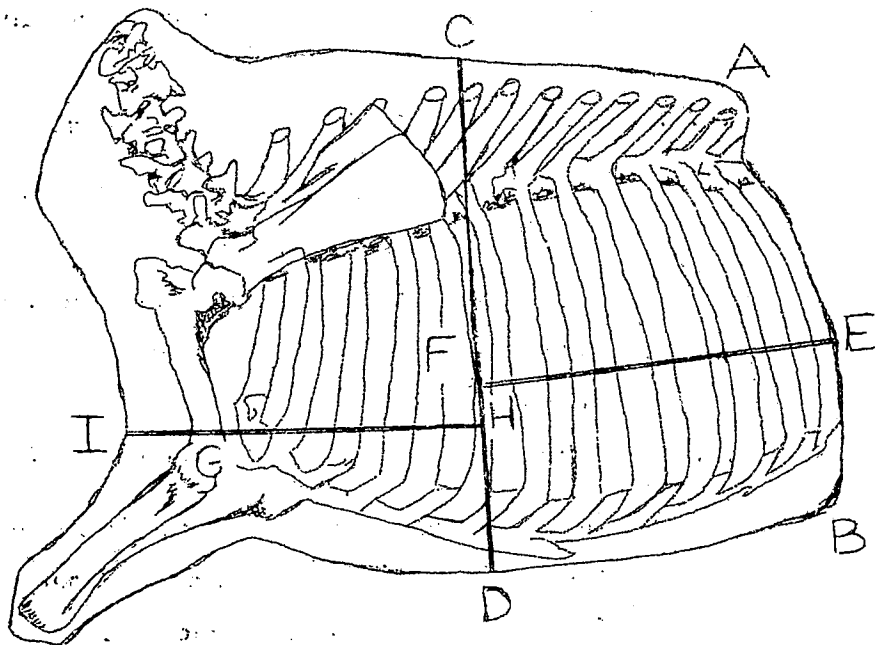

Figura No. 2
Se toma como referencia una línea desde el punto E al punto G (Figura No. 2).
El punto G está localizado justamente arriba del cóndilo lateral del húmero (Figura No. 2).
5.2.4.2 Marque una línea entre la 5a. y 6a. costilla (figura No. 2 línea C-D), para separar el costillar de la espalda.
5.2.4.3 Trace una línea de la 6a. costilla, hacia la doceava costilla, para marcar la separación de la costilla propiamente dicha y el lomo de costillo (Figura No. 2 línea E-F).